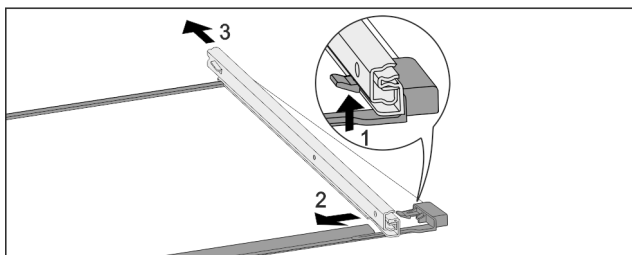

Fig. 274 Pllaka e xhamit me shinat
- Shtyni për lart grepat e kapjes në pjesën përpara. Fig. 274 (1)
- Shkëputni shinën me tërheqje në pjesën anësore Fig. 274 (2) dhe në pjesën prapa Fig. 274 (3).